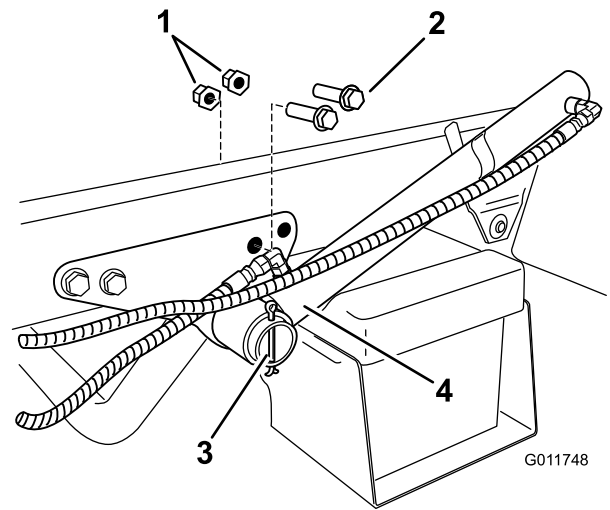

Bild 16
1. Nehmen Sie die beiden hinteren Schrauben und Bundmuttern an der Hubzylinderhalterung ab (Bild 16). Bewahren Sie die Befestigungsteile für eine spätere Verwendung auf.